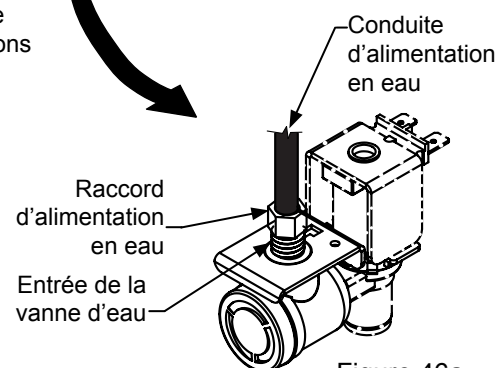
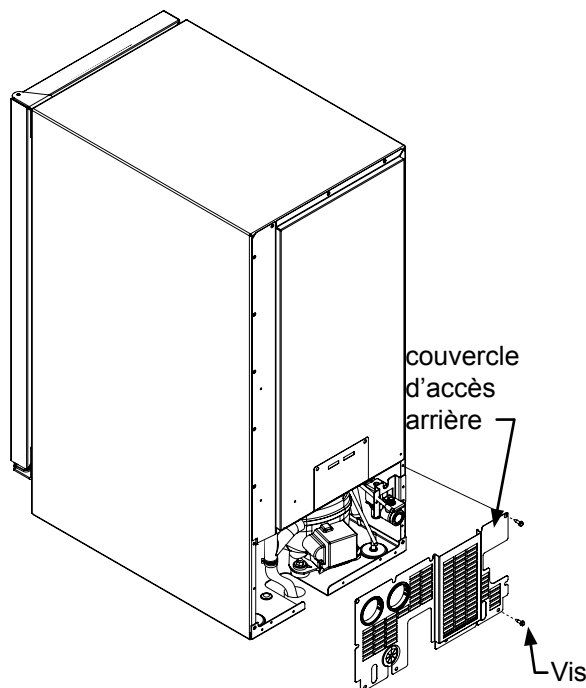

Figure 46a
Figure 47
2. Débranchez le raccord d'alimentation en eau à l'entrée de la vanne d'eau (Voyez la Figure 46a).
3. Passez la commande électronique en position "CLEAN" pendant environ une (1) minute. Cela va activer et ouvrir la vanne d'eau et éliminer la plupart du contenu de la vanne et de la conduite de sortie de vanne vers le réservoir.
6. Ôtez le couvercle d'accès de l'arrière de l'appareil à glaçons (Voyez la Figure 47).